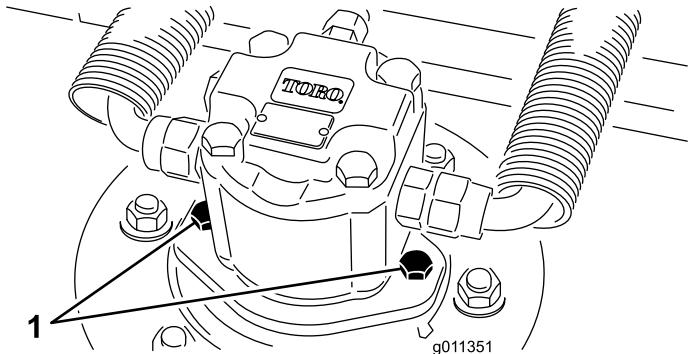

Figura 69
1. Scollegate e staccate il motore idraulico dal piatto di taglio (Figura 69). Coprite la parte superiore dell'alberino per impedire che venga contaminato.
3. Montate il motore idraulico sul piatto di taglio (Figura 69). Verificate che l'O-ring sia in sede e non sia danneggiato.